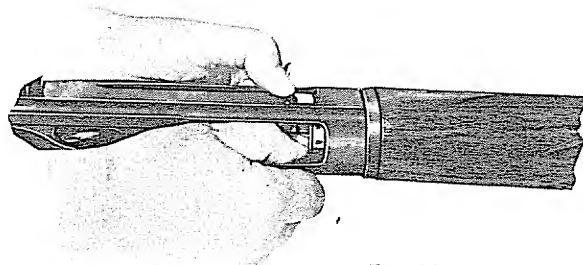
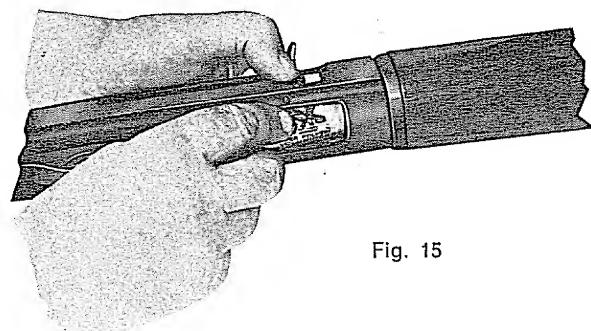

Fig. 14
Fig. 15
- d) Lasciare lo svincolo e premere col pollice destro la leva arresto cartuccia (fig. 14) sita sul lato destro (per chi opera) della culatta e lasciare sfilare dolcemente la cartuccia (fig. 15).
- d — free carrier latch button, depress shell catch inside receiver, opposite the ejector port; with the right thumb, let shell gently come out of the magazine, (fig. 14 e 15).
- d — relâcher le poussoir du levier d'arrêt de l'élévateur; avec le pouce droit, presser le levier d'arrêt de cartouche situé à l'intérieur de la boîte de culasse sur la côté gauche en face de la fenêtre d'éjection; laisser sortir doucement la cartouche du tube magasin, (fig. 14 et 15)